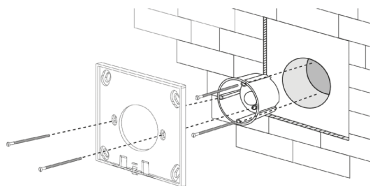

Рисунок 2. Установка основания.
- 3.3. Закрепите основание на стене (Рис. 2).